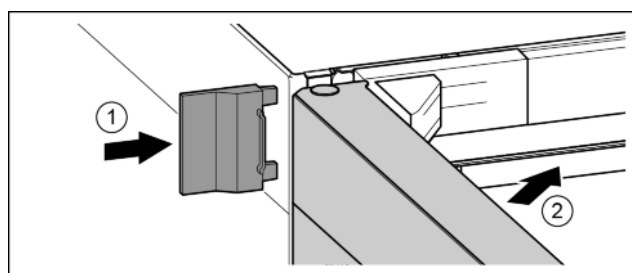

Fig. 24
- Uzbīdīet ārējo pārsegu. Fig. 24 (1)
- Aizveriet augšējās durvis. Fig. 24 (2)